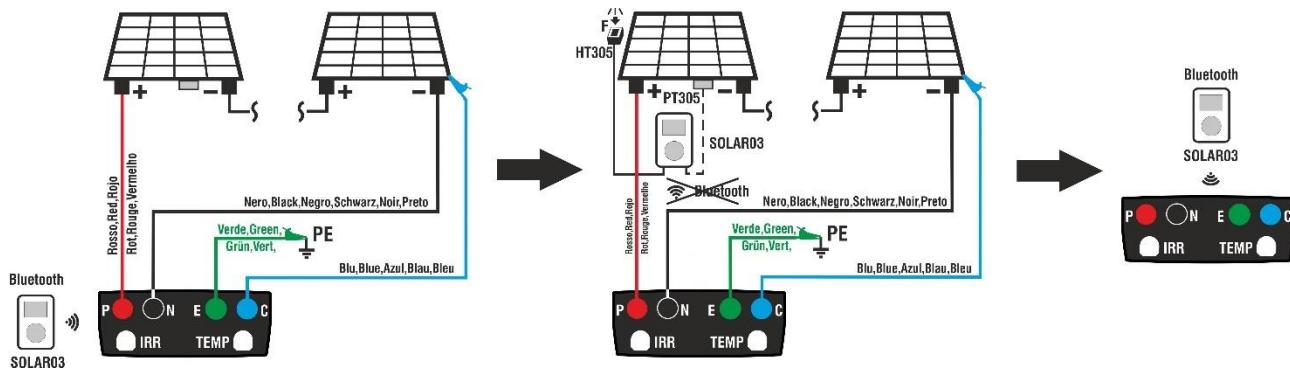
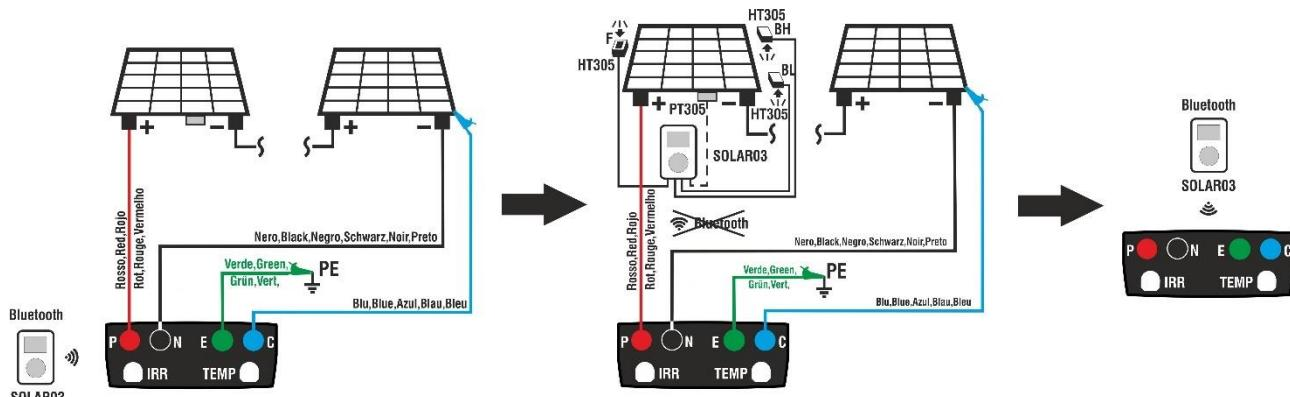

Fig. 14: Uso con SOLAR03 en registro sincrónico en módulos Monofaciales
Fig. 15: Uso con SOLAR03 en registro sincrónico en módulos Bifaciales
2. Conecte el instrumento al módulo/string en pruebas y eventualmente al nodo principal de tierra de la instalación y a las masas metálicas puestas a tierra como se muestra en Fig. 14 (módulos Monofaciales) o Fig. 15 (módulos Bifaciales). En particular:
4. Acerque la unidad remota SOLAR03 al instrumento como se muestra en la Fig. 14 o Fig. 15 – parte izquierda
7. Sitúe la unidad remota en cercanía de los módulos y conecte las sondas de irradiación/temperatura como se muestra en la Fig. 14 o Fig. 15 – parte central. **Habiendo ya iniciado el registro sobre la unidad remota SOLAR03 no es necesario mantener la conexión Bluetooth.** El conexionado (si es posible) permitirá solamente poder tener inmediatamente el resultado de la prueba sin esperar a terminar la sesión de medidas